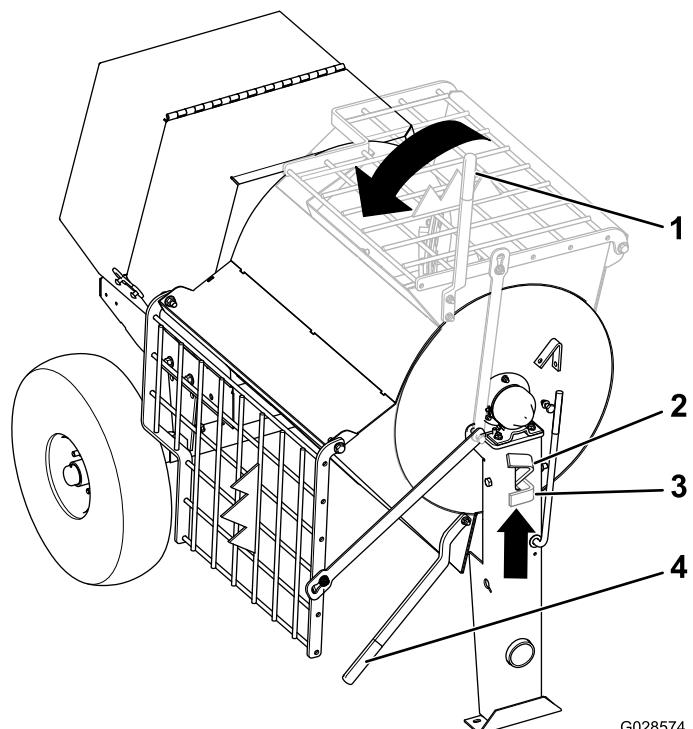

Figura 33
2. Sujete la palanca de volteo con la mano izquierda (Figura 33).
3. Levante la manija del pestillo del tambor (Figura 33).
4. Con ambas manos en la palanca de volteo, gírela en sentido antihorario para descargar el contenido del tambor (Figura 33).
5. Gire la palanca de volteo en sentido **horario** hasta que el pestillo del tambor bloquee el tambor en la posición vertical (Figura 33).